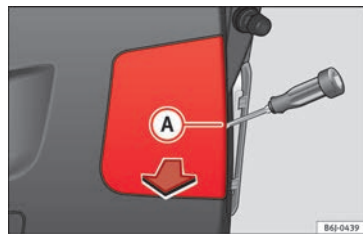

Abb. 200 Leuchten an der Heckklappe
- Nehmen Sie die Abdeckung mit Hilfe eines Schlitzschraubenziehers ab. Schieben Sie diesen in die Aussparung **A** »» **Abb. 200**.